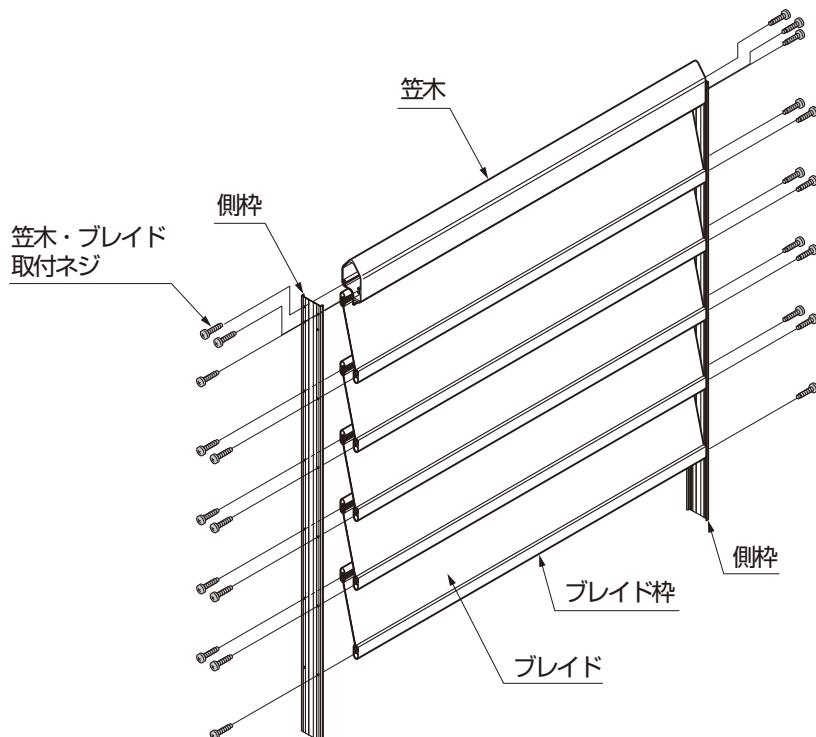
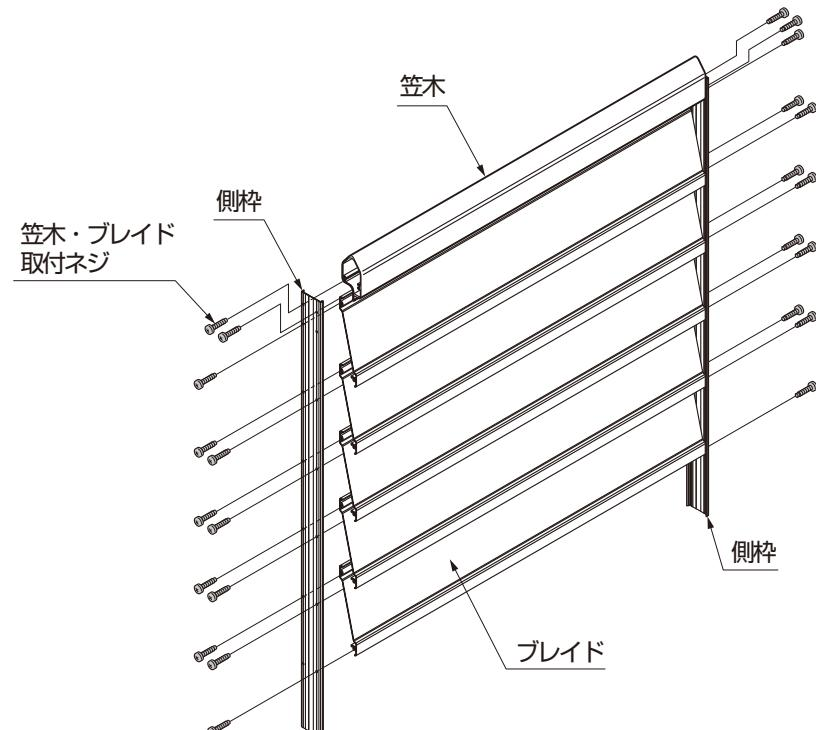

図1-1 S型・M型
図1-2 A型
- ① 「笠木・ブレイド枠取付ネジ」を外し、各部材を取外してください。 (図1-1、図1-2参照)